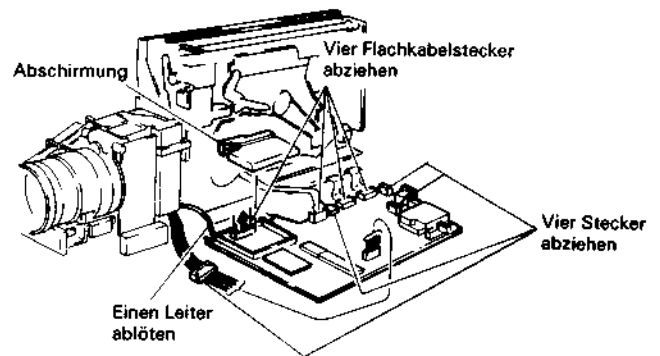
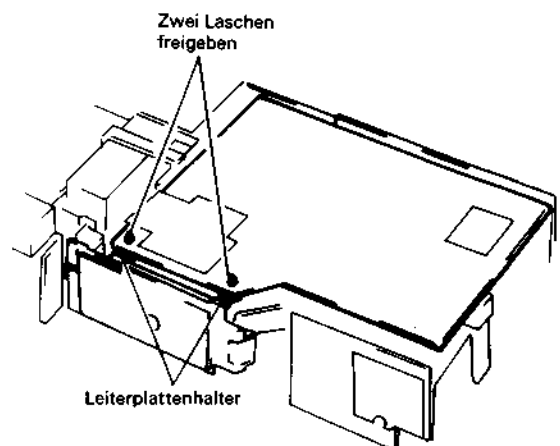

Abb. 2.14 Ausbau der Hapt-Leiterplatte
Abb. 2.15 Ausbau der Hapt-Leiterplatte
Ausbau der Hapt-Leiterplatte (Abb. 2.14, 2.15)
2. Die vier (4) Stecker (CN1501, CN611, CN612, CN903) abziehen (siehe Abb. 2.14).
4. Die vier (4) Flachkabelstecker (CN408, CN107, CN613, CN214) abziehen.
5. Einen (1) Leiter ablöten.
6. Die zwei (2) Laschen des Leiterplattenhalters freigeben (siehe Abb. 2.15).